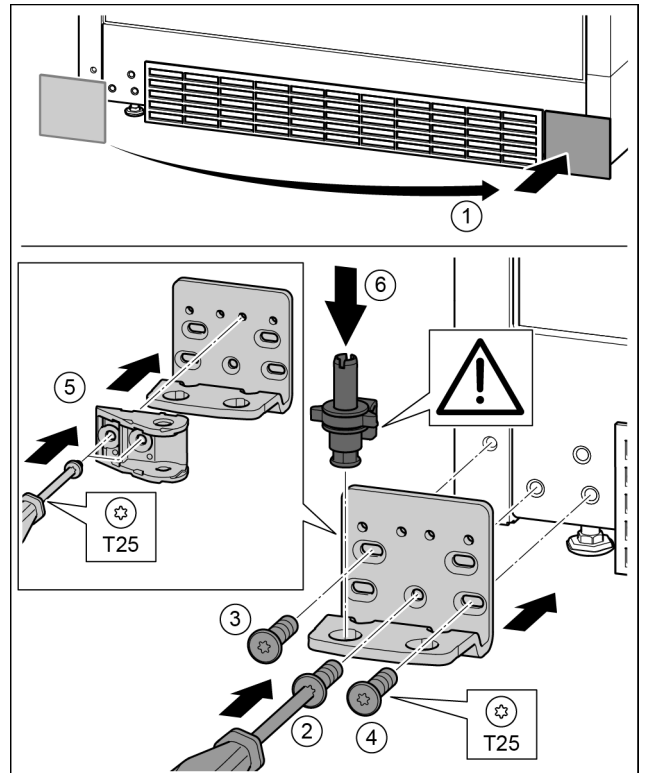

Fig. 36
- ▶ Odoberte kryt a pripevnite ho na druhú stranu. Fig. 36 (1)
- ▶ Ložiskovú konzolu nasadíte na druhú stranu a priskrutkujte ju pomocou skrutkovača T25. Začnite skrutkou 2 dole v strede. Fig. 36 (2)
- ▶ Pevne zaskrutkujte skrutku 3 a 4. Fig. 36 (3, 4)
- ▶ Spoj zatváracieho tlmieča otočte o 180°. Na druhej strane ložiskovej konzoly ho priskrutkujte skrutkovačom T25. Fig. 36 (5)
- ▶ Ložiskový čap úplne nasadíte. Dbajte pritom na to, aby zárez dorazu ukazoval smerom dozadu. Fig. 36 (6)